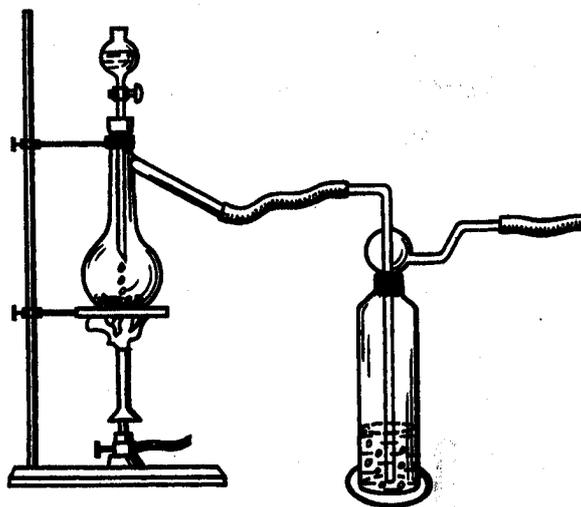

Рис. 1.2. Прибор для получения хлора
Соберите прибор для получения хлора, как показано на рис. 1.2. В колбу Вюрца насыпьте около 2 г оксида марганца (IV). В промывалку налейте небольшое количество концентрированной серной кислоты. В капельную воронку налейте до половины объема концентрированную соляную кислоту. Открыв кран капельной воронки, налейте соляную кислоту в колбу так, чтобы она